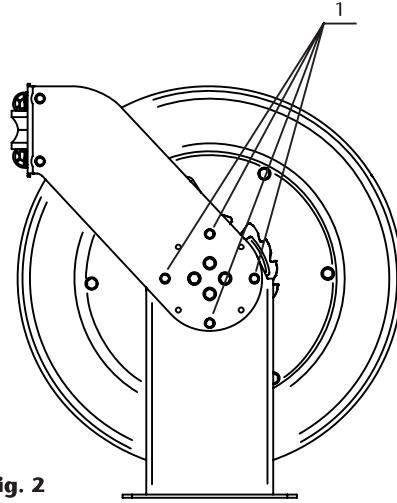

Fig. 2
To position these guide arms, loosen and remove the screws (1) (fig. 2) in both arms. At this moment, the spool and the guide arms become loose from the reel frame. Then, just position the guide arms in the desired position and fix them with the same screws.
Para posicionar los brazos guía, es necesario aflojar y quitar los tornillos (1) (fig. 2) en ambos brazos. En ese momento el tambor junto con los brazos guía quedan sueltos del bastidor. Se procede entonces a cambiar los brazos a la posición deseada y a volver a fijarlos con los mismos tornillos.
Pour positionner les bras de guidage du flexible il est nécessaire de desserrer et de retirer les vis (1) (fig. 2) des deux bras. À cette étape, le tambour et le bras de guidage sont désolidarisés du cadre. Placer ensuite les bras à la position désirée et refixer-les avec les mêmes vis.
Um die Führungsarme in die gewünschte Stellung zu bringen, müssen die Schrauben (1) (Abb. 2) an beiden Armen gelöst und entfernt werden, so dass die Trommel zusammen mit den Führungsarmen vom Rahmen getrennt ist. Daraufhin können die Arme in die gewünschte Stellung gebracht und mit denselben Schrauben wieder befestigt werden.